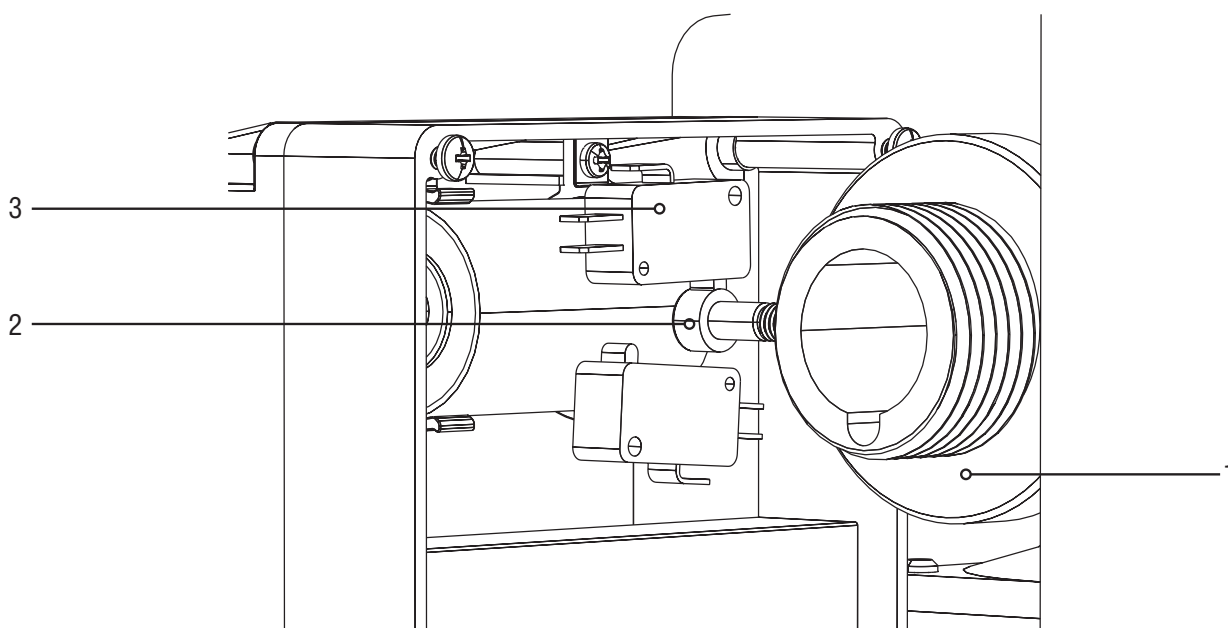

Рисунок 5
- Переместите кольцо установки крайних положений (поз. 1) таким образом, чтобы винт (поз. 2) нажимал на нижний микропереключатель (поз. 3). См. рисунок 5.